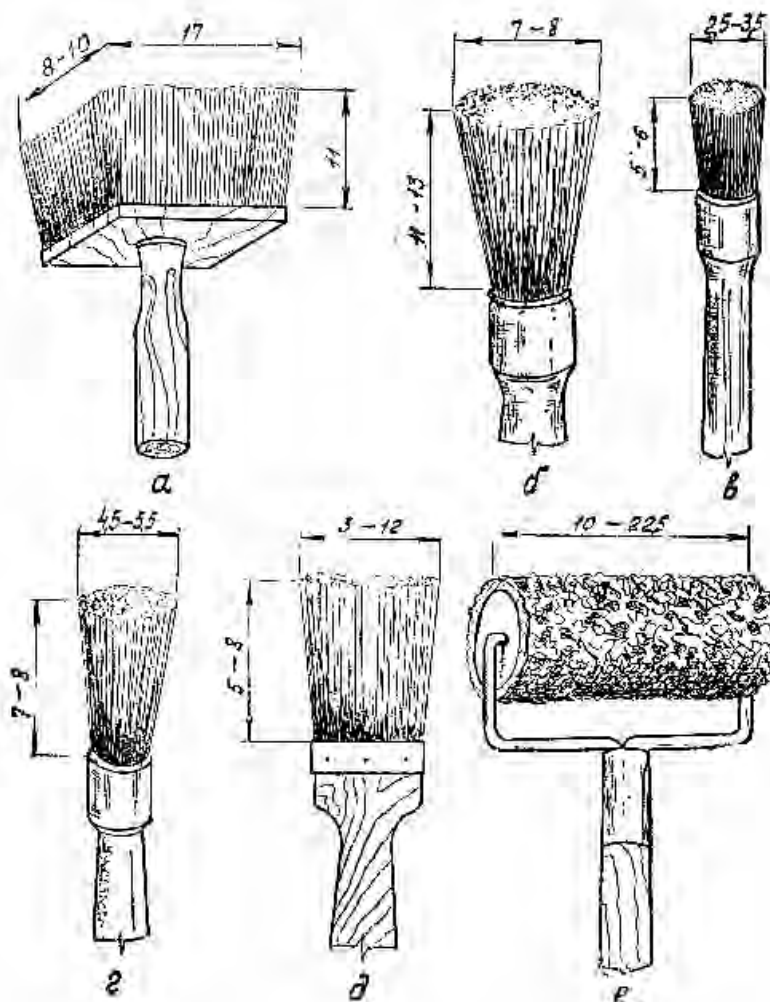

Рис. 35. Малярный инструмент для окраски поверхностей вручную:
11.4. Малярный инструмент (рис. 35), имеющийся в комплекте станции, обеспечивает перекраску небольших поверхностей, подгонку пятен деформирующей окраски вручную.